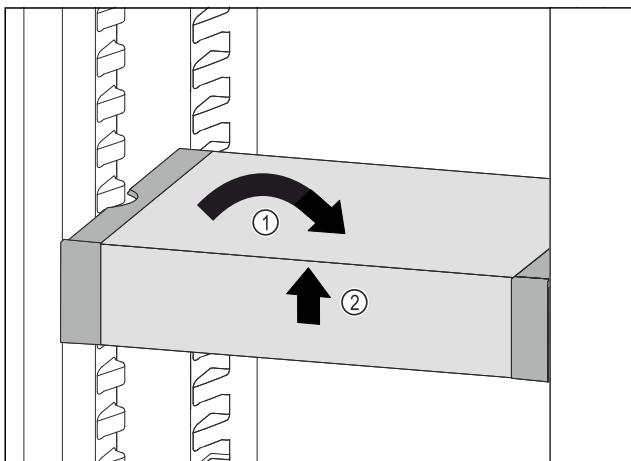

Fig. 113
- Установите VarioSafe прямо. Fig. 113 (1)
- Приподнимите VarioSafe спереди. Fig. 113 (2)